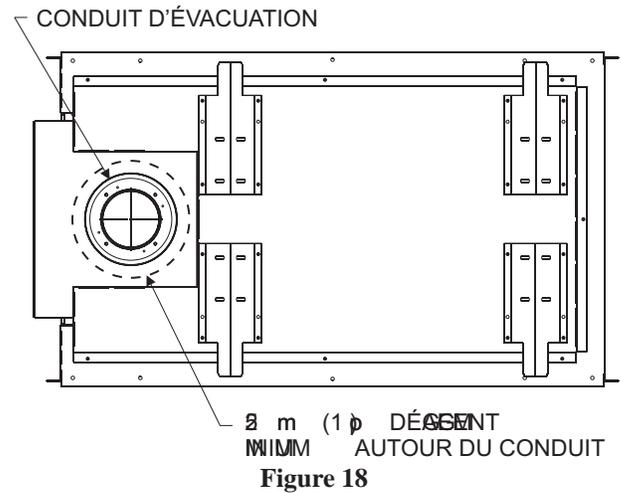
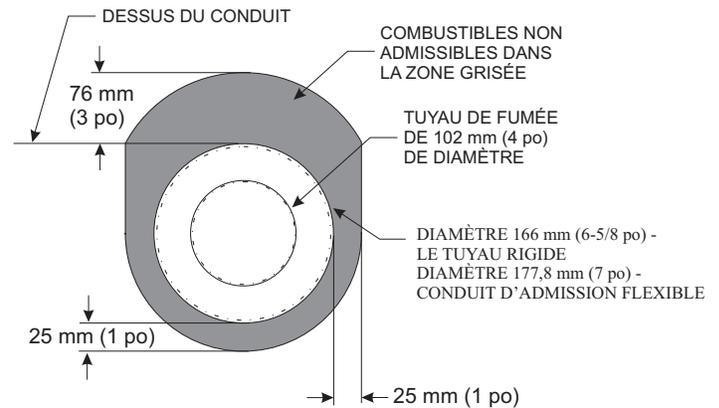

Figure 18
Figure 19
3. Quatre (4) supports d'angle (Exemple : quatre (4) parpaings en béton). Ces supports doivent être placés de manière à toucher les quatre (4) bords périphériques sur le dessous de l'appareil.
**Remarque :** Prévoir un dégagement de 25 mm (1 po) autour d'un conduit d'évacuation vertical. Voir Figure 18. Pour un conduit horizontal, prévoir un dégagement de 25 mm (1 po) minimum sur le dessous et les côtés du conduit et de 76 mm (3 po) par rapport aux combustibles au-dessus du conduit d'évacuation. Voir Figure 19.